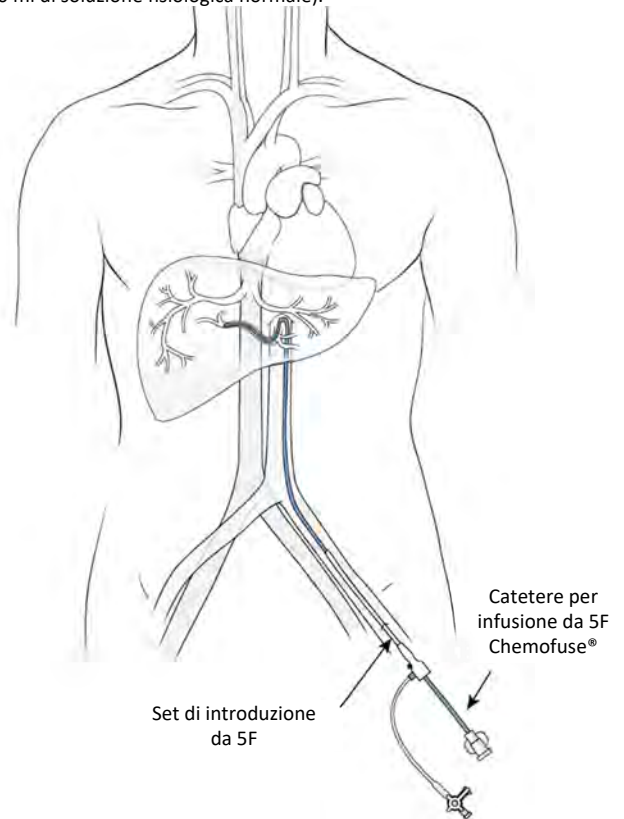

Figura 25
- (a) Inserire il catetere da 5F Chemofuse® nella guaina e farlo avanzare su un filo guida fino a inserirlo nell'arteria epatica corretta (vedere la Figura 25). A discrezione del radiologo interventistico, è possibile utilizzare un microcatetere per l'introduzione coassiale attraverso il catetere da 5F per il posizionamento selettivo della punta del catetere stesso per l'infusione del farmaco. In questo caso, collegare una valvola emostatica rotante, tipo Tuhoy-Borst, al catetere da 5F e inserire il microcatetere in quest'ultimo attraverso la valvola. Delcath ha ritenuto idonei per l'uso con il sistema di somministrazione epatica CHEMOSAT® tre microcateteri. Scegliere il microcatetere tra quelli indicati (vedere la sezione "Descrizione dei componenti del sistema" a pag. 6).